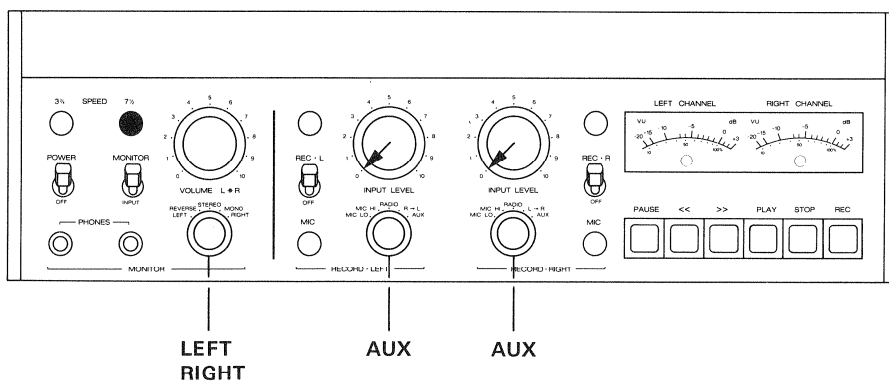

Fig. 6.5.-3
- Bedienelemente nach Fig. 6.5.-3 einstellen.
- NF-Millivoltmeter an Ausgang (51) OUTPUT L anschließen.